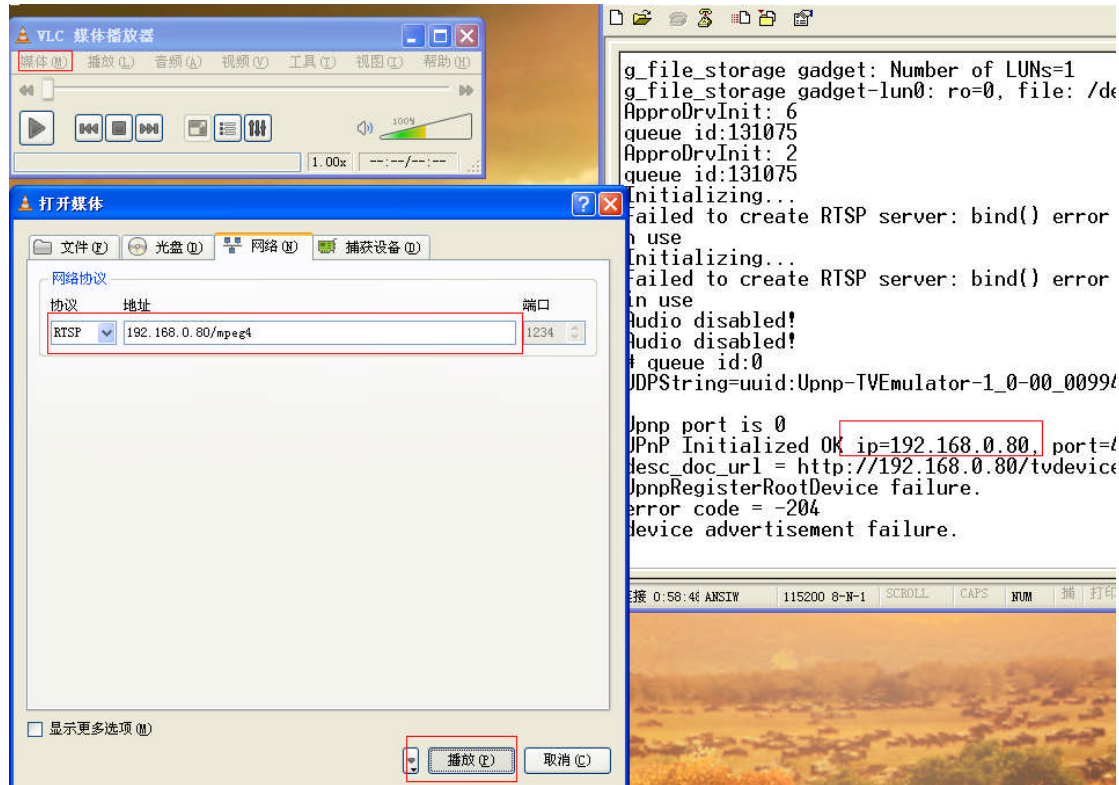

图 6-9 VLC 媒体播放器的设置
2.打开 VLC 媒体播放器，如下图 6-9 所示，键入相应的地址、协议，